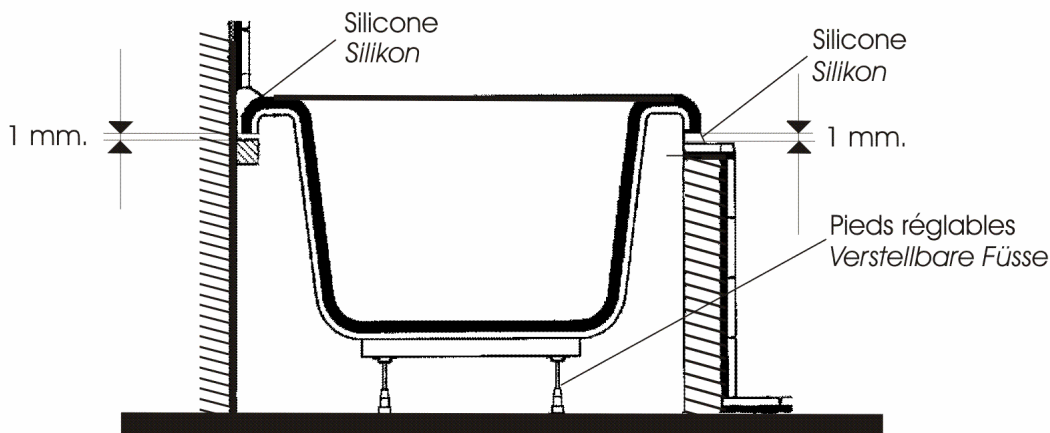

Fig. 1
- Installer des lattes ou supports contre les murs au niveau : -1 mm. au dessous de la baignoire de façon à lui laisser du jeu (fig.1). En aucun cas, la baignoire ne doit prendre appui sur ses lattes, elle doit reposer sur ses pieds. Ceci est également valable pour le reste de l'entourage éventuellement réalisé en maçonnerie.
- Die Stützen unter der Badewanne an der Wand so fixieren, dass ein wenig Spiel bleibt , 1mm, (Fig.1). Wanne auf keinen Fall auf die Stützen stellen, sie muss auf ihren Füßen stehen. Dies gilt auch für alle anderen Maurerarbeiten.